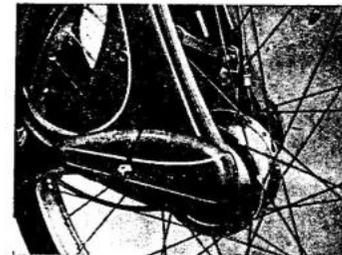

Abb. 95 Vorderrad eingebaut
1. Zierkappe nach Lösen der Hutmuttern „a“ (Abb. 95) (SW 14) abnehmen. (Auf Federscheiben achten.)